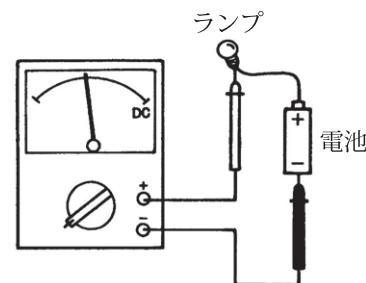

図5-6
- ①レンジスイッチを適切なDCmAレンジに切換えます。
- ②直流電流なので、電源の極性に注意して、回路に直列に接続して測ります。〔図5-6〕
- ③回路を切離す場合には、回路の電源を切ってから行ってください。
- ④メーターの指針が逆に左へ振れてしまう場合には、赤色と黒色のテストリードを反対に接続します。
- ⑤DC目盛上の指示値に一定の倍率を乗じて読みます。